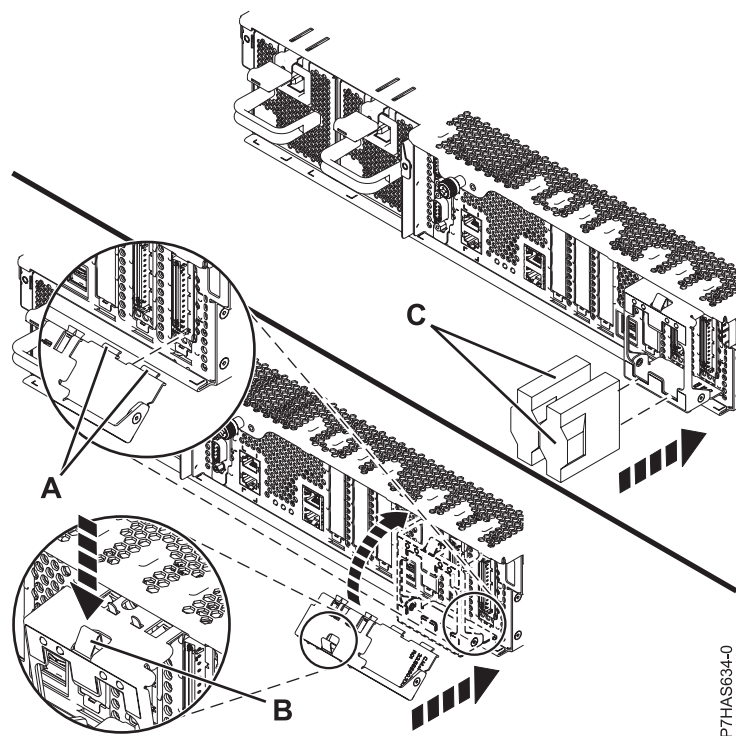

Figura 13. Sustitución de la pieza de retención de cables
8. Si se proporciona la pieza de retención de cables, que se muestra en Figura 13 en la página 15, siga estos pasos:
- a. Incline el soporte para cables **(A)**, que se muestra en la Figura 13 en la página 15, para fijar la pestaña de la parte inferior del soporte a la ranura.